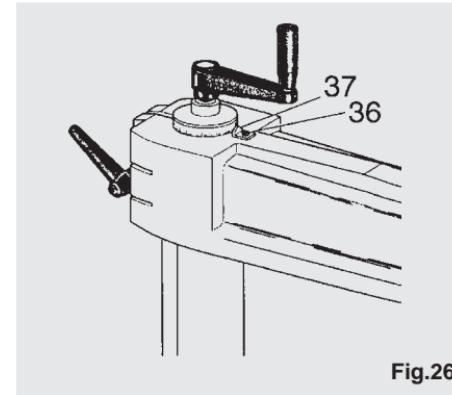

Fig.26
Når armen er indstillet nøjagtigt vinkelret i forhold til stoplisten, skal indikatoren på armen indstilles (se fig. 26). Skruen (36) løs-nes, og indikatoren (37) placeres ud for nulpunktet på skalaen.